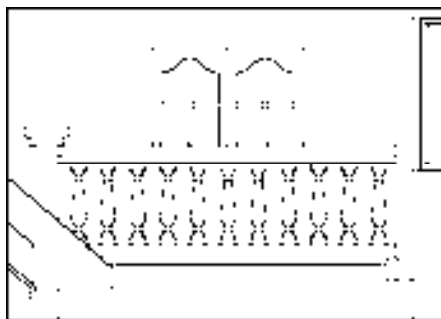

图 13-195 插入“栏杆”图块
4) 按〈Ctrl+O〉组合键，打开配套光盘提供的“第 13 章/图块图例.dwg”文件，将其中的“栏杆”图块复制粘贴至立面图中，结果如图 13-195 所示。